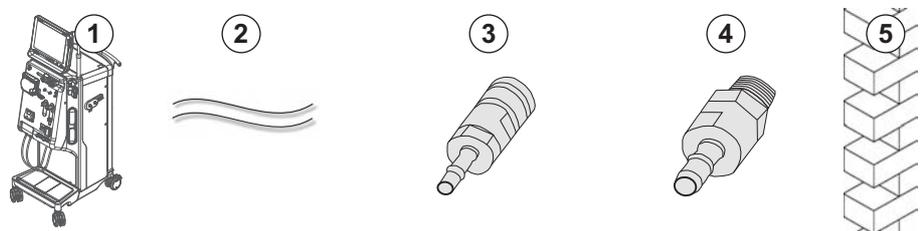

Abb. 4-7 Zentrale Konzentratversorgung mit Aquaboss-Kupplungen
- Konzentrat-Kupplung (Abb. 4-7, ③) (Geräteseite), Material 1.4529 EPDM
- Konzentrat-Verschlussnippel AISI 316L (④, Wandseite), Material 1.4529 EPDM.
1. Konzentrat-Kupplung ③ an den direkt aus dem Gerät kommenden Schlauch der Zentralen Konzentratversorgung ② anschließen.
2. Konzentrat-Kupplung ③ an den an der Wand befestigten Konzentrat-Verschlussnippel ④ anschließen.